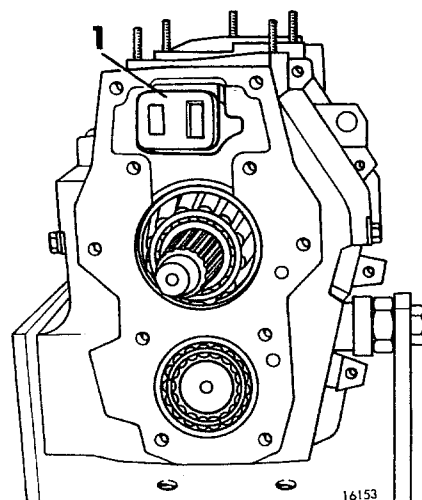

Fig 07-46. Styrningens placering
21. Montera plaststyrningen för skiftaxlarna. Se till att styrningen placeras så som fig 07-46 visar.